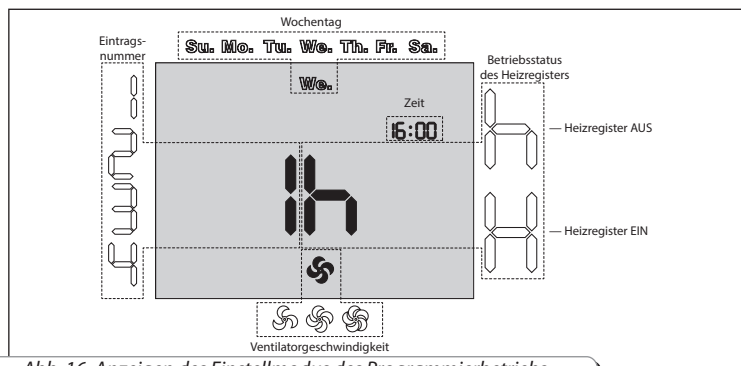

Abb. 16. Anzeigen des Einstellmodus des Programmierbetriebs
- Die Einstellparameter des Programmierbetriebs, Abb. 16: